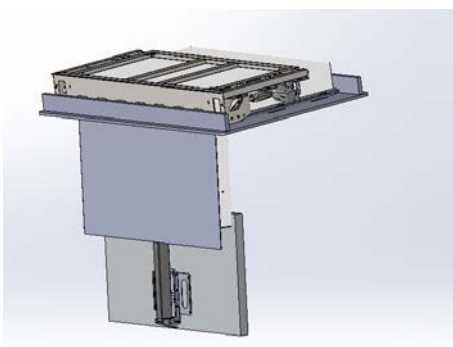

Рис.13
8. Установить на кронштейн телевизионную панель рис.13 и переведя управление в «СЕРВИСНЫЙ РЕЖИМ» осуществить полное закрытие потолочного кронштейна. Горизонтальное положение крышки отрегулировать концевиком рис14.